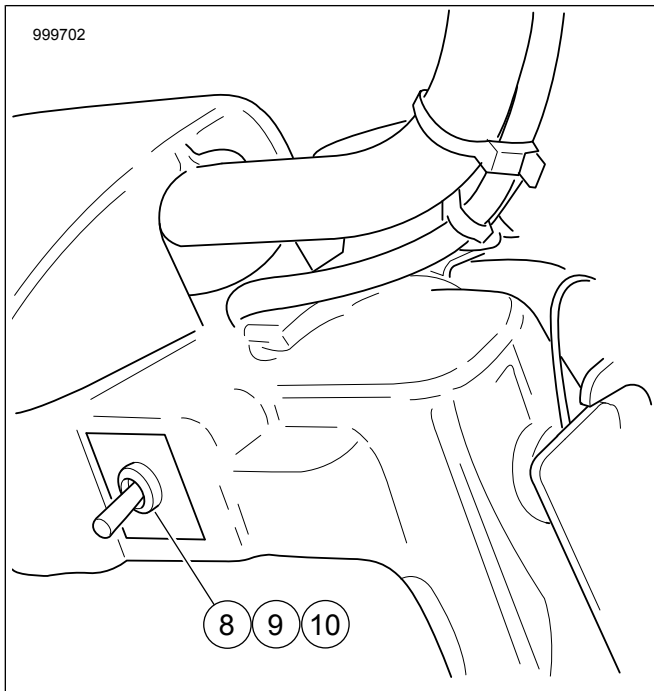

Abbildung 6. Einbaustelle des unverkleideten Schalters
- b. **Unverkleidete Fahrzeuge:** Siehe Abbildung 6. Mutter (8), Aufkleber (9) und Schalter (10) in rechtem Zugangsloch installieren. Den Schalter in den Gurt einstecken, der sich unter dem Scheinwerfertopf der Stirnlampe befindet. Bei **FLRT** befindet sich der Stecker [205] unter dem Kraftstofftank im Kunststoffdrahthalter. Siehe Werkstatthandbuch.